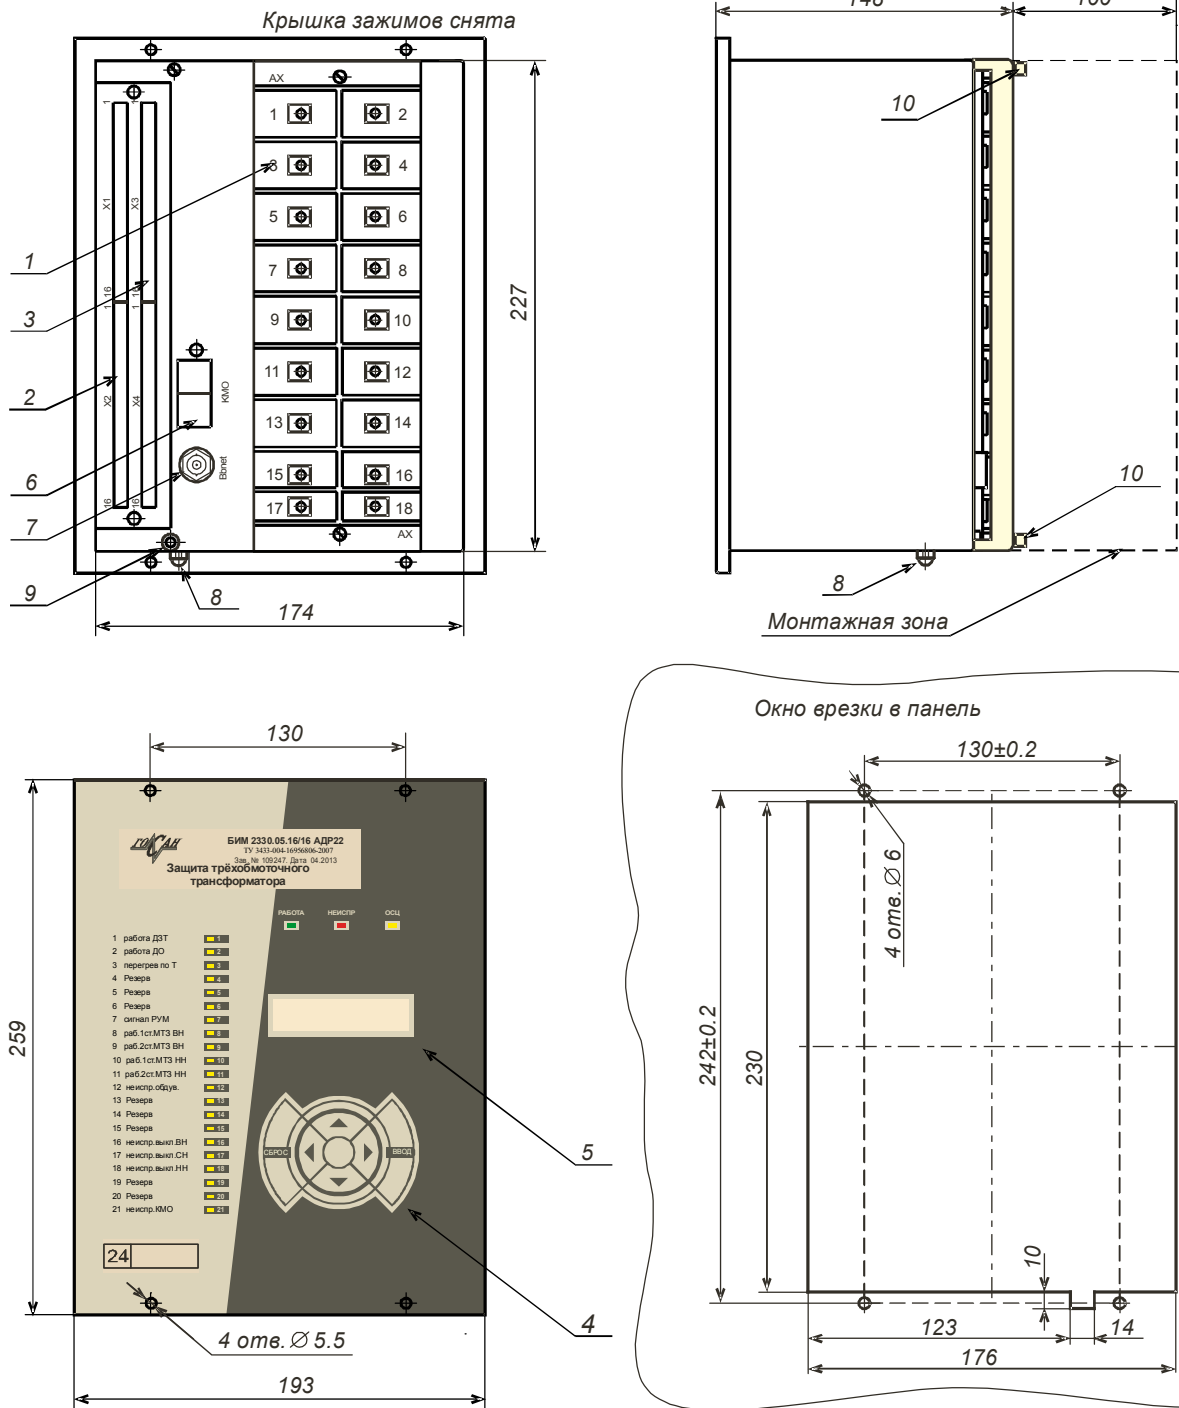

Рис. 3 Общий вид модификации БИМ 2XXX – 16 дискр. входов, 16 дискр. выходов
БИМ 2XXX – для врезки в панели и дверцы шкафов, с монтажом цепей с тыльной стороны (рис. 3), с количеством дискретных входов и выходов 16/16. Выполнен в едином корпусе. На лицевой стороне корпуса находится блок индикации с символьным дисплеем (5) и клавиатурой (4). На тыльной стороне корпуса расположены блок клеммных зажимов аналоговых цепей и питания АХ1-АХ18 (1), разъёмы дискретных входов Х1-Х2 (2), разъёмы дискретных выходов Х3-Х4 (3), разъёмы интерфейсов (6,7). Винт заземления терминала (8) расположен на нижней стороне корпуса.